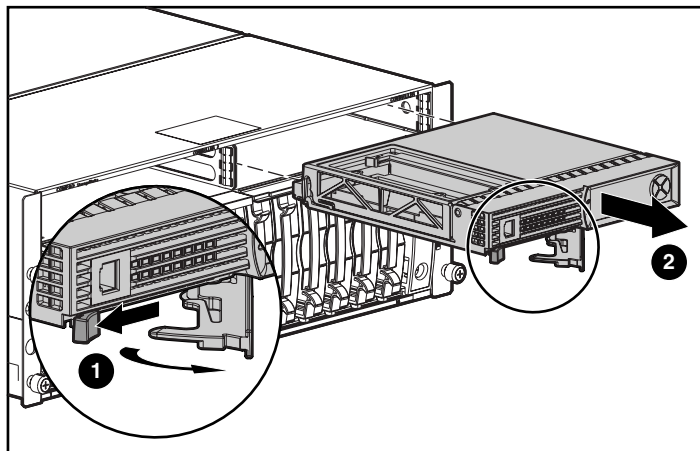

Abbildung 3: Ausbauen des MSA1000 Controllers aus einem MSA1000
1. Drücken Sie auf die Verriegelung des Controllers, und ziehen Sie den Verriegelungshebel in Ihre Richtung ❶.
2. Entnehmen Sie den MSA1000 Controller, indem Sie ihn, wie in Abbildung 3 dargestellt, gerade aus dem Gehäuse herausziehen ❷.